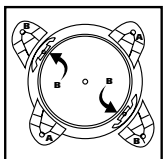

FIGURE 5
5. Prenez le porte-roulette identifié par la lettre **B** et insérez-le dans les rainures avant-droite et arrière-gauche du réservoir, également identifiées par la lettre **B**. **FIGURE 5**.